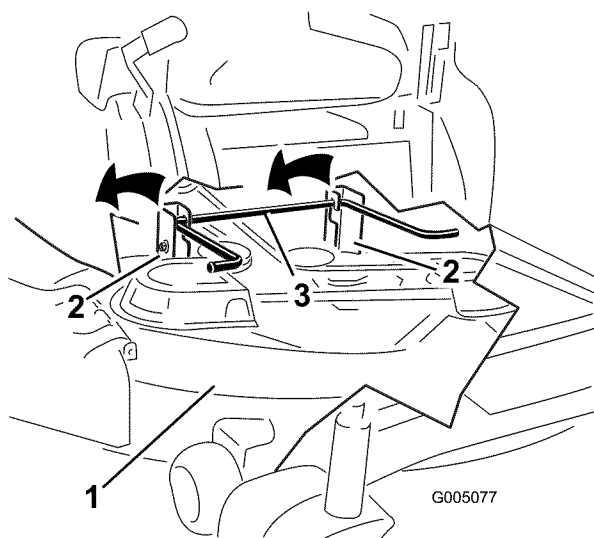

Figura 43
5. Eleve el cortacésped y desenganche la varilla de elevación trasera de los soportes, y baje el cortacésped con cuidado al suelo (Figura 43).
5. Eleve la parte trasera de la plataforma del cortacésped y coloque los soportes sobre la varilla de elevación trasera (Figura 43).